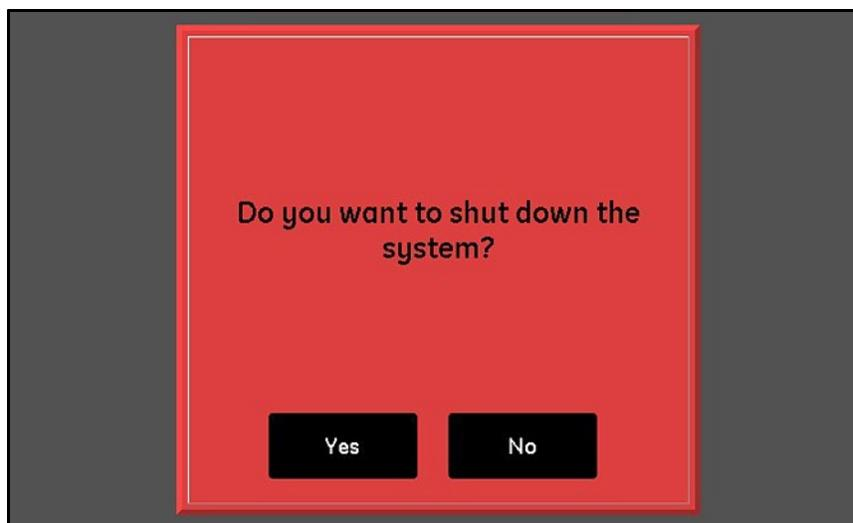

Рис. 31: Экран подтверждения выключения
3. На экране подтверждения, представленном на *Рис. 31* внизу, щелкните **Yes (Да)** для выключения устройства или **No (Нет)** для отмены.
Чтобы выключить moisture.IQ нажмите кнопку **Shut Down (Выключить)**. Затем нажмите **Yes (Да)** или **No (Нет)** на экране подтверждения, аналогичном тому, что представлен на *Рис. 31 на стр. 33*.